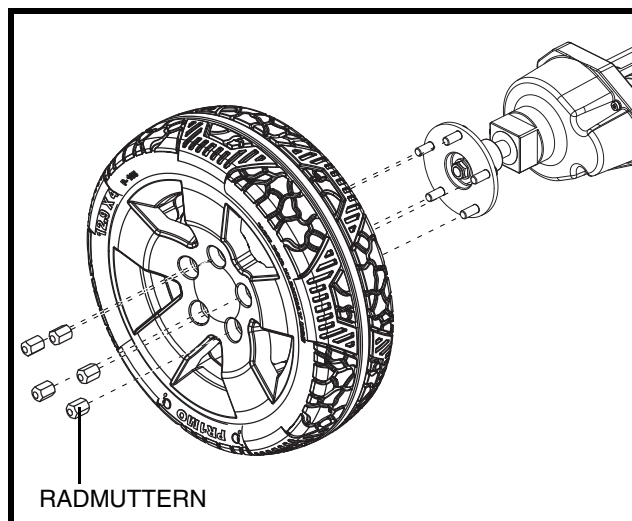

Abb. 20. Vollgummi Reifenradenthebung
3. Die fünf (5) Radmuttern entfernen. **Siehe Abb. 20.**
6. Die fünf (5) Radmuttern wieder installieren und fütziehen.